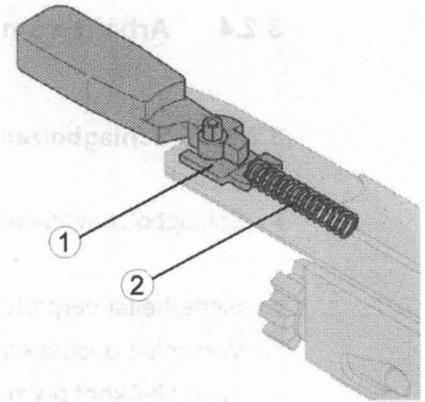

Bild 43 Einbaulage Gabel
- ⇒ Beim Einbau auf richtige Lage der Gabel achten (Bild 43).